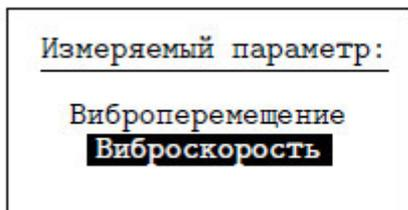

Рисунок 13
3.4.4 «**Измеряемый параметр**» - выбор параметра, по которому будет вычисляться спектр: виброскорость или виброускорение (рис. 13)